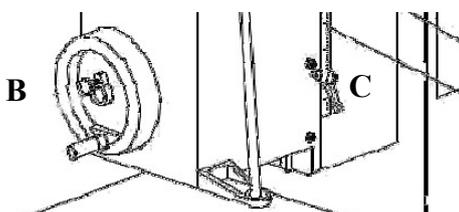

Abb. 15: Handrad und Hebel zur Höhenverstellung LLB 40 DT
- Schritt 1: Hebel (C.Abb.15) für die Höhenverstellung lösen.
- Schritt 2: Die gewünschte Höhe mit dem Handrad (B.Abb.15) einstellen und den Wert an der seitlichen Skala ablesen.
- Schritt 3: Nach Erreichen der gewünschten Höhe den Hebel (C.Abb.15) wieder fest anziehen.